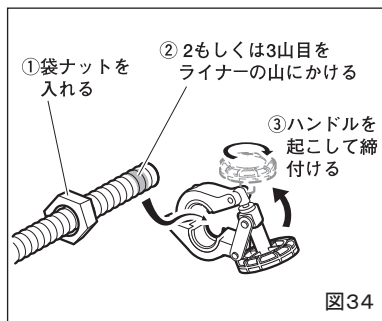

図34
(1) クランプのセット (図34,35)
- ①管の端面から2もしくは3山目の谷部をライナーの山にかけます。
- ②クランプのハンドルを起こし、時計方向に回して締付けてください。
- ③セットしたクランプを横から見て、管の端面がクランプから出していないか確認します。